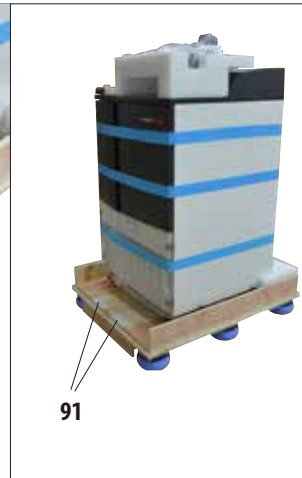

Fig. 8
- Estrarre le due rotaie (91) per la rampa dal di sotto dello strumento tirandole in avanti (fig. 8).